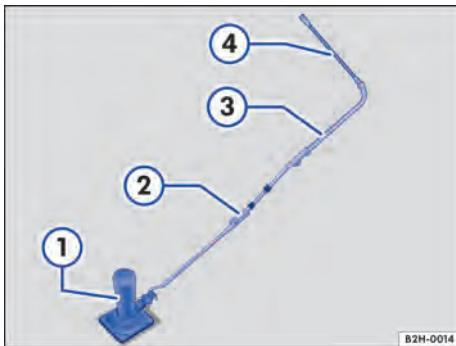

Fig. 196 Macaco com extensor.
Legenda para Fig. 196:
- Rebater a alavanca de extensão → Fig. 196 ② das ferramentas de bordo, desdobrando-a.
- Enganchar a alavanca de extensão no macaco → Fig. 196 ①.
- Colocar a chave de caixa → Fig. 196 ③ sobre a alavanca de extensão.
- Colocar a chave de roda → Fig. 196 ④ sobre a chave de caixa.